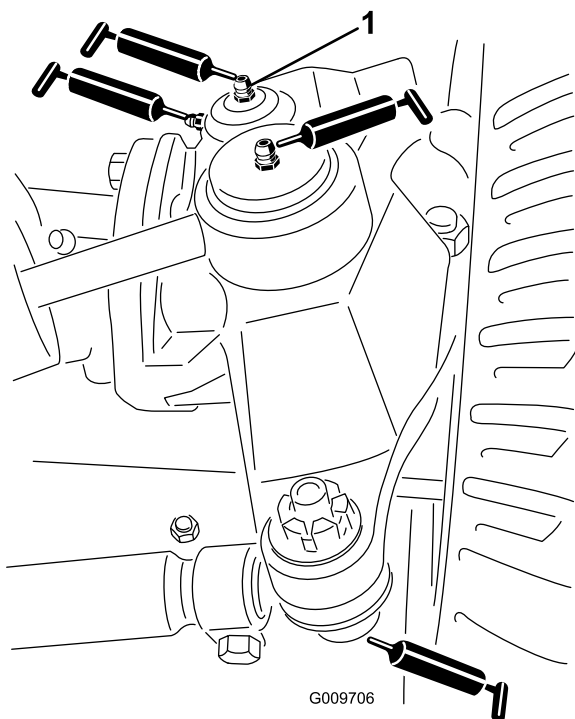

Рисунок 40
- Шаровые опоры гидроцилиндра рулевого управления (2 шт.), как показано на Рисунок 40
- Шаровые опоры поперечной тяги (2 шт.), как показано на Рисунок 40
- Втулки поворотных шкворней (2 шт.), как показано на Рисунок 40